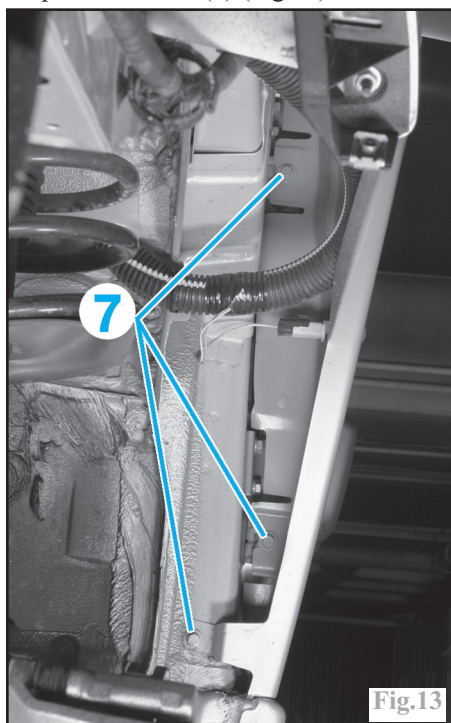

Fig.13
Déposer les 3 vis (7) (Fig.13).